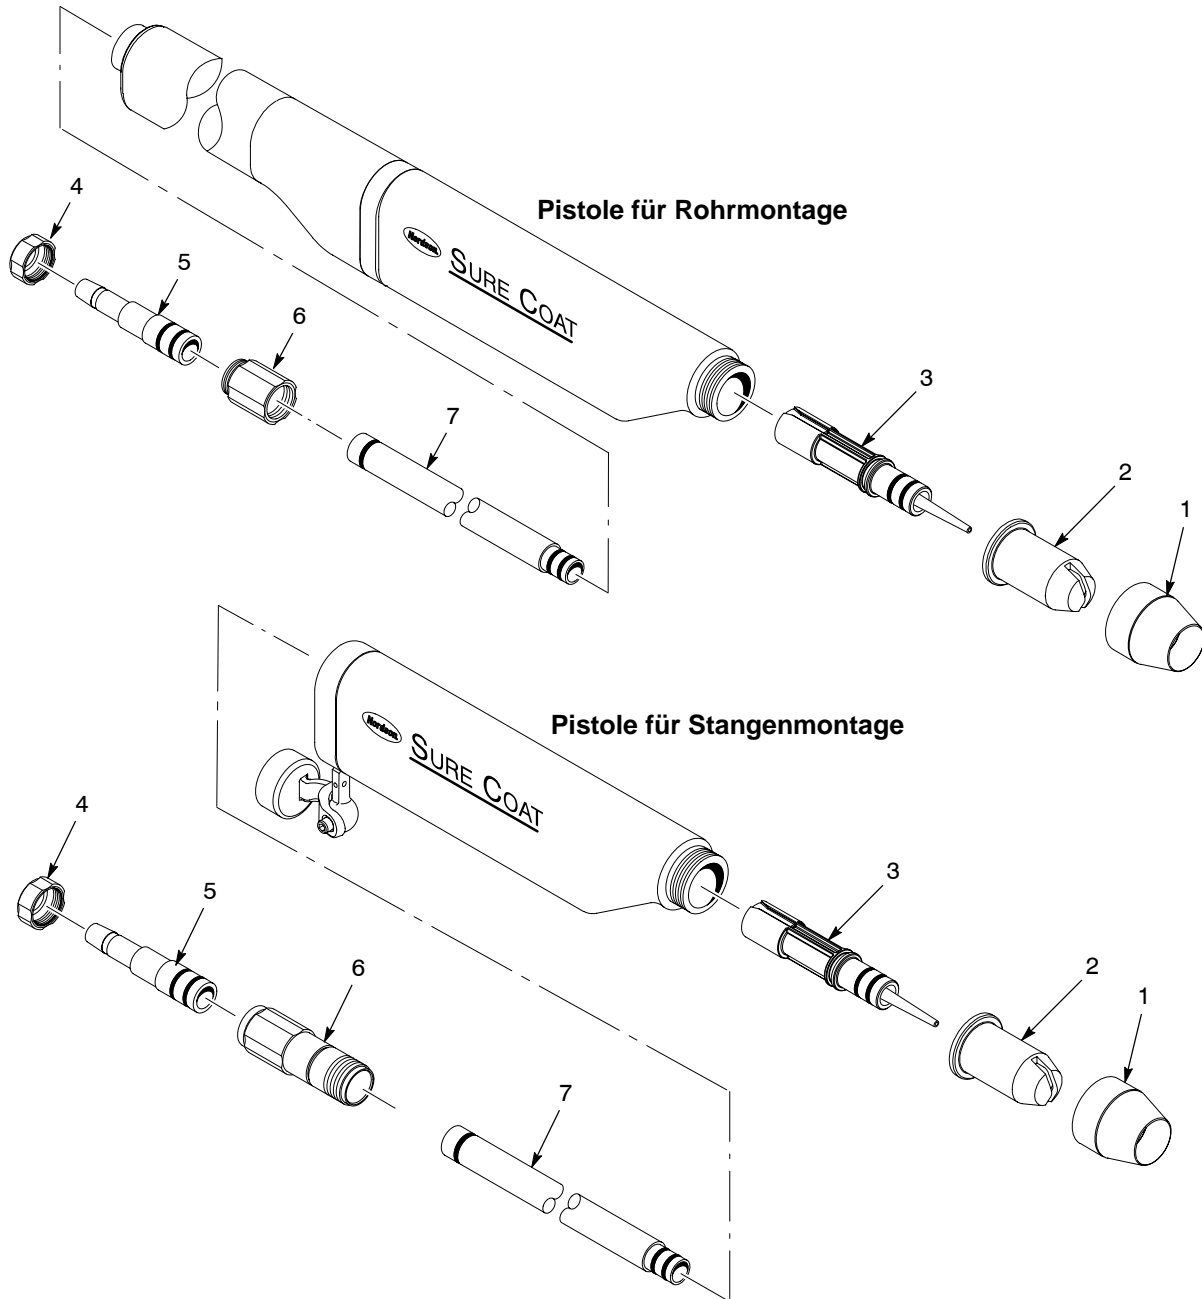

Abb. 1 Standardpistolenteile abnehmen
1. Siehe Abbildung 1. Düsenmutter und Düse der Sprühpistole abnehmen.